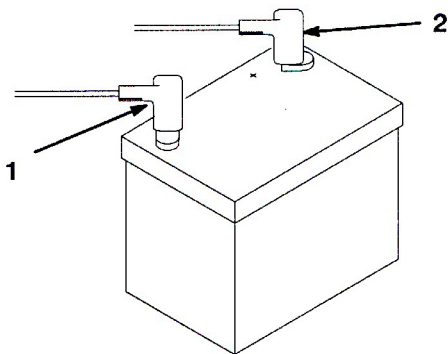

図 9
2. スタータからの赤い (+) ケーブルを (+) 端子に固定する (図9)。レンチで締め付けて固定し、ワセリンを塗布する。ケーブルが擦れて磨耗するような配線はさける。座席の最後部でケーブルを傷つけることがあるので特に注意すること。